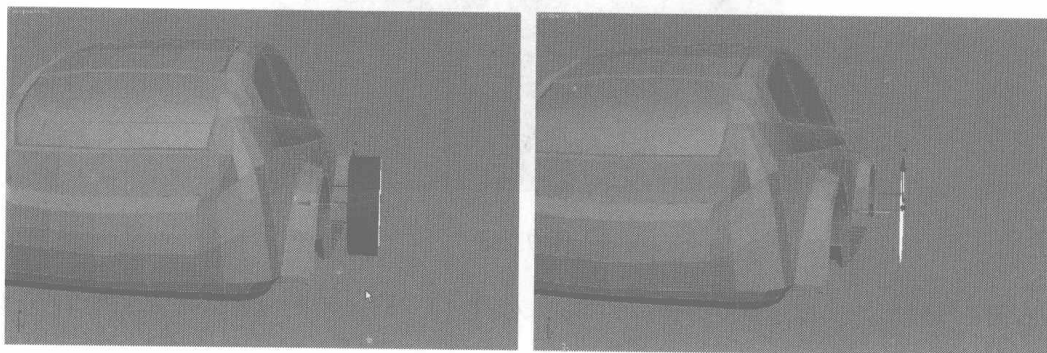

图 7.241
- 14 单击右键，在弹出的快捷菜单中选择 Convert to Editable Poly 命令，将该物体转换为可修改的 Polygon 模型。选择图 7.241 中的面，按 Delete 键删除。